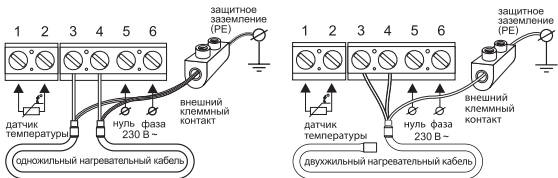

Рис. 3
Выводы нагревательной секции или мата подключаются к клеммам 3 и 4; вывод экранирующей оплетки (желто-зеленый провод) – к линии защитного заземления (РЕ) через внешний клеммный контакт (рис. 3).
1. Монтировать провода в клеммники блока питания согласно схеме подключения (рис. 3).